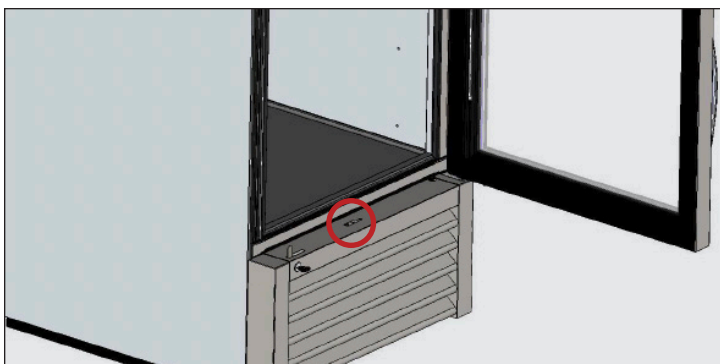

Fig. 1. Retire la rejilla apersianada frontal del equipo.
2. Retire la rejilla apersianada frontal del equipo. Consulte la fig. 1.